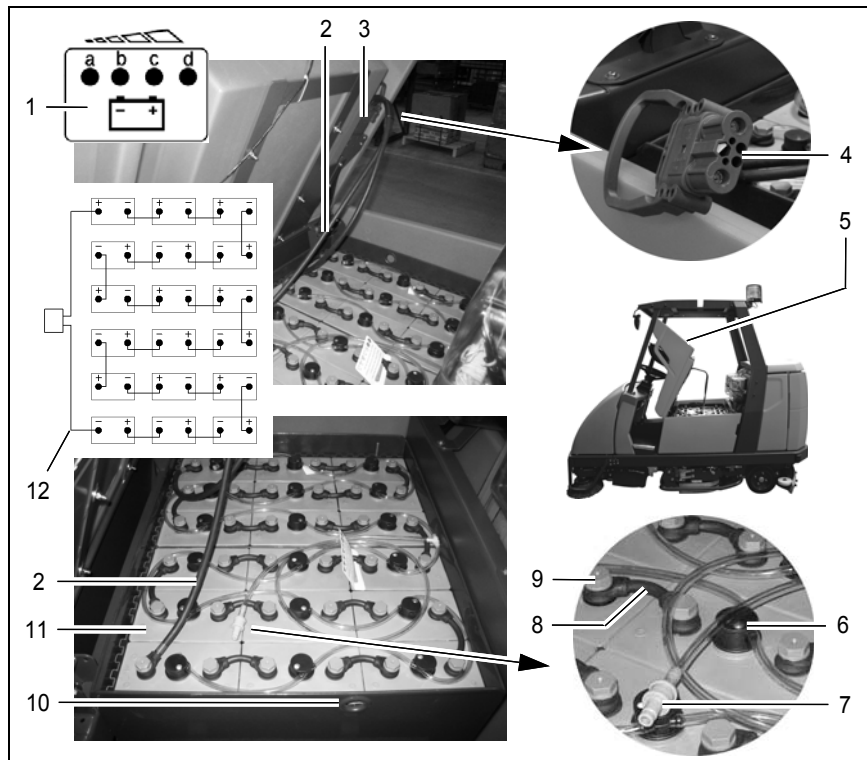

Abb. 25
Die Sitzkonsole (Abb. 25/5) muss zur Vermeidung explosiver Knallgasbildung während des Batterieladevorgangs geöffnet sein!
Wir empfehlen die Batterieladung, wenn nach dem Betrieb der Maschine mindestens ein Punkt der Batterieanzeige erloschen ist. Die Anzeige (Abb. 25/1) zeigt auch den Ladezustand der Batterien während des Ladevorgangs.
- Verbinden Sie den Batteriestecker (Abb. 25/4) mit dem mitgelieferten Batterieladegerät.
Die auf den Batteriezellen befindlichen Füllstandsanzeiger (Abb. 25/6) gewährleisten das Einhalten der richtigen Elektrolytstandshöhe: Der weiße Punkt muss sich gut sichtbar oben befinden. Ist dies nicht der Fall, muss destilliertes Wasser nachgefüllt werden.
Das Nachfüllen der Batterie erfolgt über die Anschlusskupplung, den Aquamaticstopfen (Abb. 25/7), welcher mit der Wassernachfülleinrichtung verbunden wird. Diese gehört nicht zum Lieferumfang.